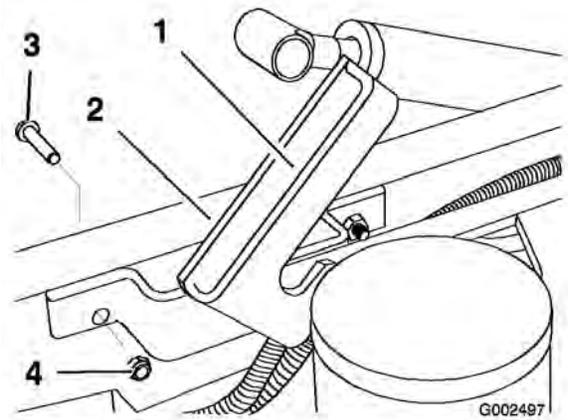
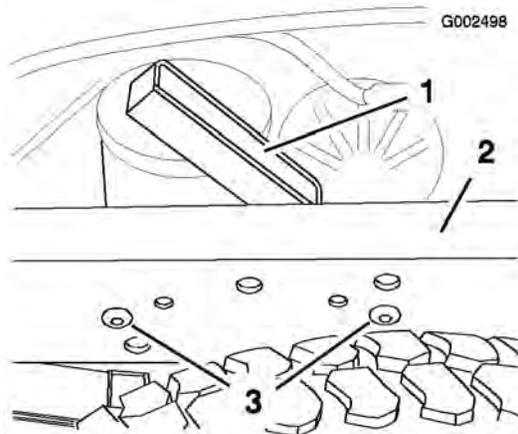

Figura 12
Figura 13
2. Instale el conjunto de soporte en el interior del travesaño izquierdo del bastidor usando dos pernos de cabeza hexagonal (3/8 x 1 pulgada) y dos contratuercas (3/8 pulgada) según se muestra en Figura 12 y Figura 13. Apriete las tuercas a 30 ± 4 Nm.